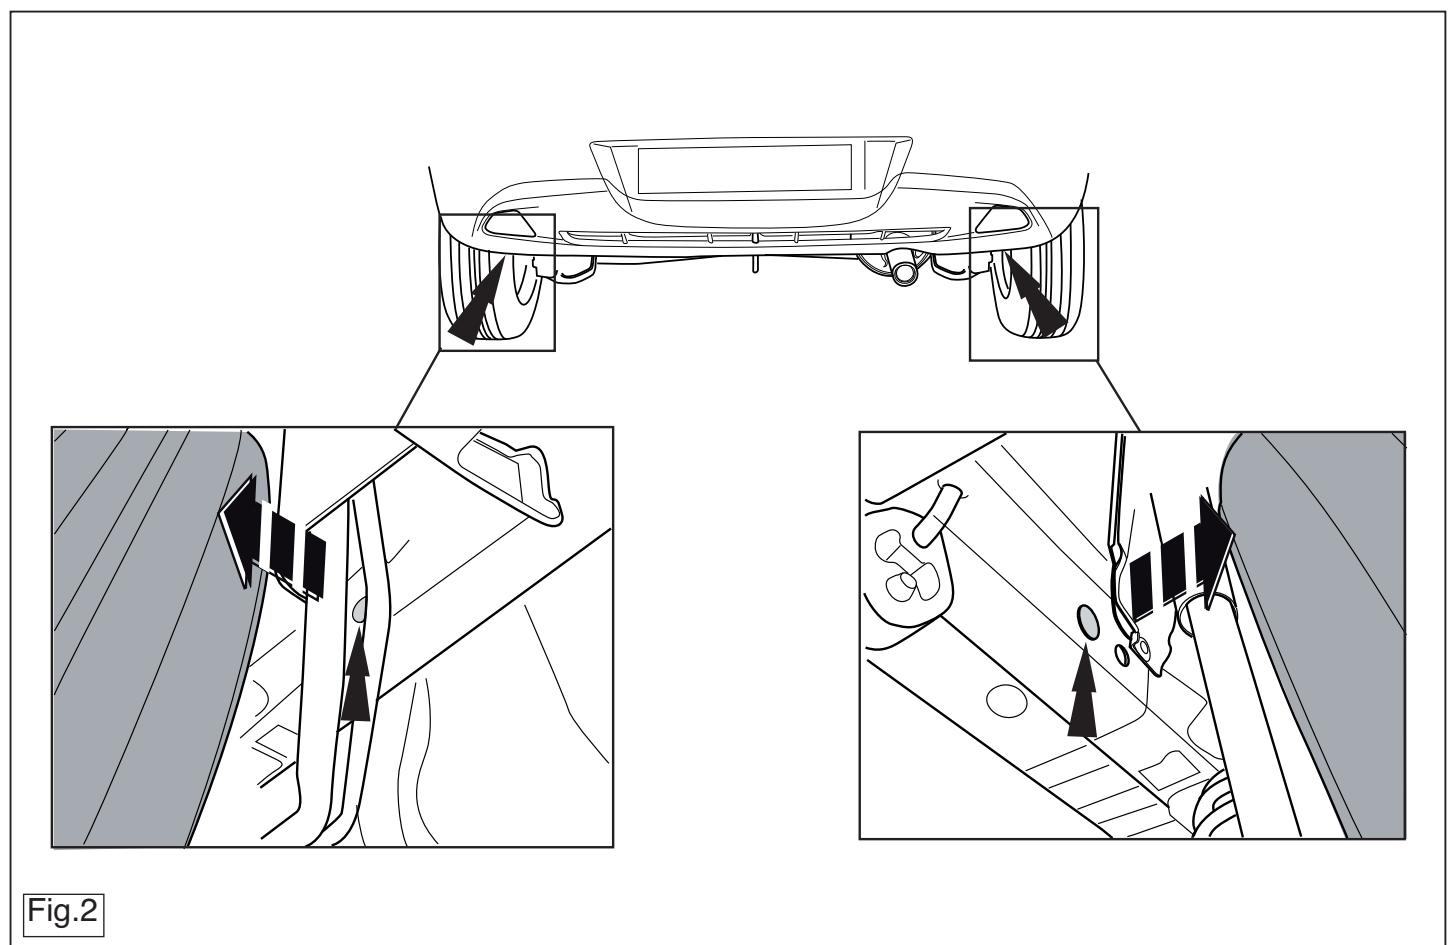

Fig.2
- Verwijder de teekhaak t.p.v. de rubberen punten die rubberen doppen (zie fig. 2).
- Plaats de teekhaak t.p.v. de hengelgevenen punten die rubberen doppen (zie fig. 2).
2. Bei den angegebenen Punkten die Gummikappen entfernen (siehe Abb. 2).
2. Enlever les bouchons en caoutchouc à l'emplacement des points indi- qués (voir la fig.2).
- Frem gummikapslene med de markerede punkter (se nærværende figur fig. 2).